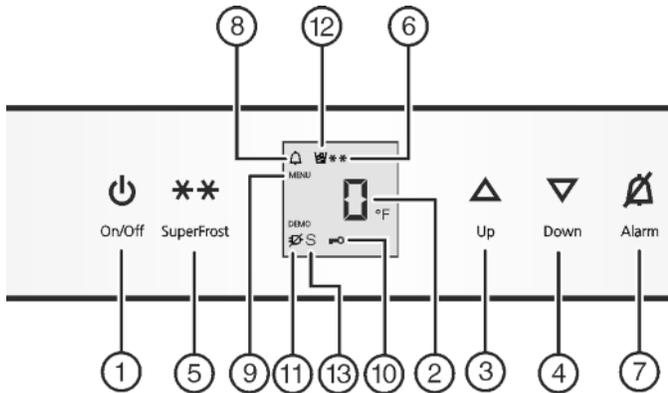

Fig. 2
- ▶ Appuyer sur la touche On/Off Fig. 2 (1).
- ▶ Activer le mode de réglage : appuyer sur la touche SuperFrost Fig. 2 (5) pendant env. 5 s.
- ▷ Le symbole Menu Fig. 2 (9) luit.
- ▶ Régler le nombre de ° avec la touche de réglage Up Fig. 2 (3) / touche de réglage Down Fig. 2 (4).
- ▶ Confirmer : enfoncer brièvement la touche SuperFrost Fig. 2 (5).
- ▶ Sélectionner l'affichage en °F ou °C avec la touche de réglage Up Fig. 2 (3) ou Down Fig. 2 (4).
- ▶ Quitter le mode de réglage: Appuyer sur la touche On/Off Fig. 2 (1).
► Activer le mode de réglage : appuyer env. 5 sec. sur la touche SuperFrost *Fig. 2 (5)*.
▷ Le symbole Menu *Fig. 2 (9)* est allumé.
► A l'aide de la touche de réglage Up *Fig. 2 (3)* ou Down *Fig. 2 (4)*, sélectionner **ε**.
► Confirmer : appuyer brièvement sur la touche SuperFrost *Fig. 2 (5)*.
► Appuyer brièvement sur la touche SuperFrost *Fig. 2 (5)* pour activer la sécurité enfants.
▷ Le symbole Sécurité enfants *Fig. 2 (10)* est allumé. L'affichage **ε** clignote.
► appuyer brièvement sur la touche SuperFrost *Fig. 2 (5)* pour désactiver la sécurité enfants.
▷ Le symbole Sécurité enfants *Fig. 2 (10)* s'éteint. L'affichage **ε** clignote.
► Désactiver le mode de réglage : appuyer sur la touche On/Off *Fig. 2 (1)*.
► Appuyer sur la touche Alarme *Fig. 2 (7)*.
L'affichage de la température clignote en même temps que le symbole Alarme *Fig. 2 (8)*.
L'avertisseur sonore s'éteint automatiquement et le symbole Alarme *Fig. 2 (8)* et l'affichage de température arrêtent de clignoter lorsque la température est de nouveau suffisamment froide.